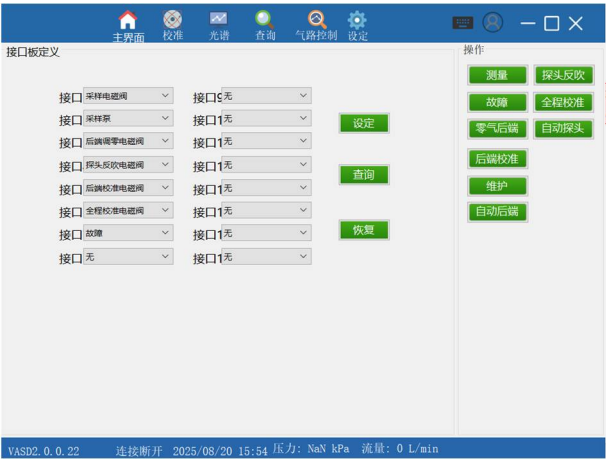

图 4.5 气路控制界面
- 步骤 1：设备上电运行后，首先看加热箱、伴热管、采样探头、气体室温度是否全部到 180℃，温度达到后，登录操作员，密码 2023，打开分析仪界面，切换到“气路控制”界面，如图 4.5 所示。